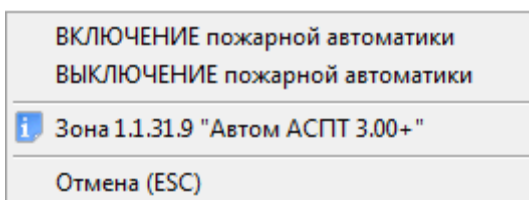

Рисунок 8-153 Контекстное меню для входа с типом "Режим автоматического запуска"
- Управление включением автоматического запуска пожаротушения и выключением автоматического запуска пожаротушения (см. Рисунок 8-153);